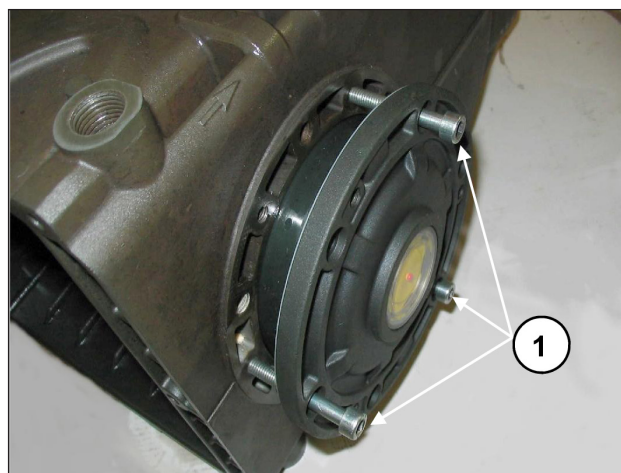

Fig. 8
Per facilitare l'imbocco del primo tratto ed il relativo inserimento dei coperchi sul carter, si consiglia l'utilizzo di N° 3 viti M6 x 40 parzialmente filettate, (Fig. 8, pos. ①) per poi completare l'operazione con le viti in dotazione (M6x18).